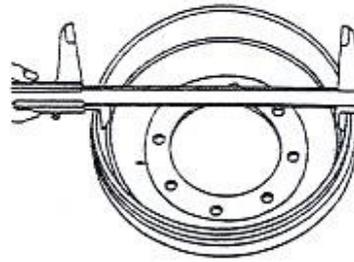

figure 2-24
(5) Vérifiez visuellement s'il y a des dommages sur la surface intérieure du tambour de frein ; si des anomalies sont constatées, corrigez-les par rectification. Si le dépassement du seuil de correction est constaté, veuillez remplacer. Standard : 314 mm ; limite : 316 mm. Voir figure 2-24.